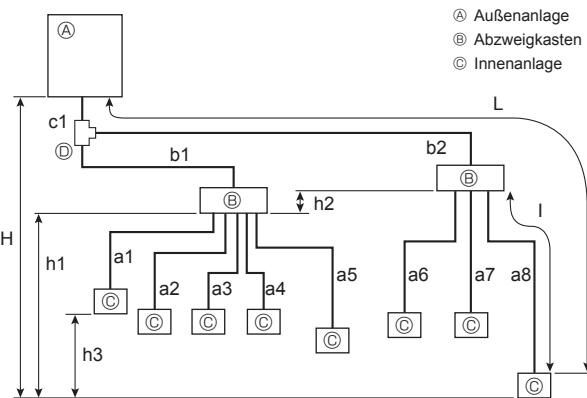

Fig. 4-2
4.2.2. Verbindung mit Abzweigkasten (Fig. 4-2)